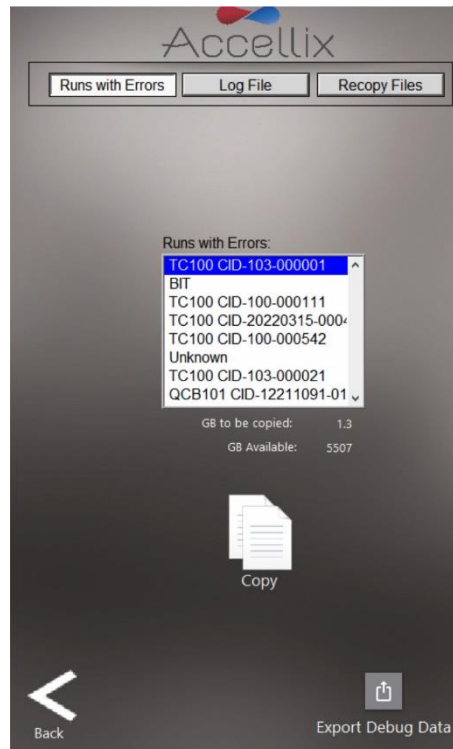

Abbildung 23: Bildschirm „Copy Test Runs with Errors“ (Testläufe mit Fehlern kopieren)
1. Wenn die Registerkarte **Runs with Errors** (Wird mit Fehlern ausgeführt) ausgewählt wird, können Dateien zu Testläufen, bei denen Fehler aufgetreten sind, ausgewählt und kopiert werden (Abbildung 23). Einzelne Kartuschendatenordner können gemeinsam ausgewählt werden, indem Sie die Steuerungstaste auf einer angeschlossenen externen Tastatur gedrückt halten, während Sie auf einen Eintrag in der Liste tippen. Tippen Sie auf das Symbol **Copy** (Kopieren).